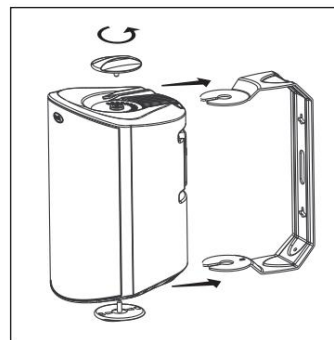

FIGURA 10: Rotiți butoanele suportului pentru a scoate ansamblul suportului.
4. Folosind fantele tip gaură de cheie din suport ca șablon, marcați locația de instalare a celor două fante tip gaură de cheie cu un creion. Puteți face acest lucru prin îndepărtarea butoanelor suportului din partea superioară și inferioară a difuzorului și prin scoaterea suportului [figura 10].